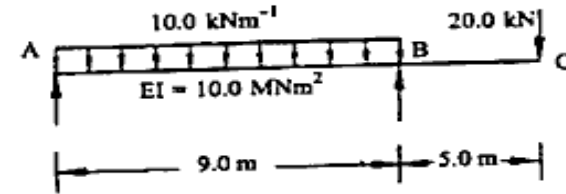

Figure 2 (आकृति 2)
6. a) Construct shear and bending moment diagrams for the loaded beam shown below in the Figure 2. आकृति 2 में नीचे दिखाए गए लोडेड बीम के लिए अपरूपण और बंकन आघूर्ण आरेख बनाएं।